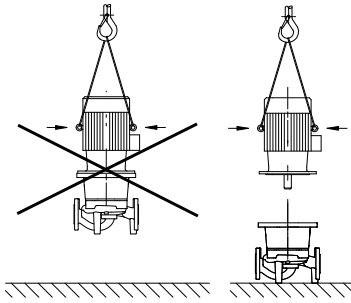

Fig. 6: Transport av motoren
- Transportløkkene på motoren er bare godkjent for transport av motoren, ikke hele pumpen (fig. 6).